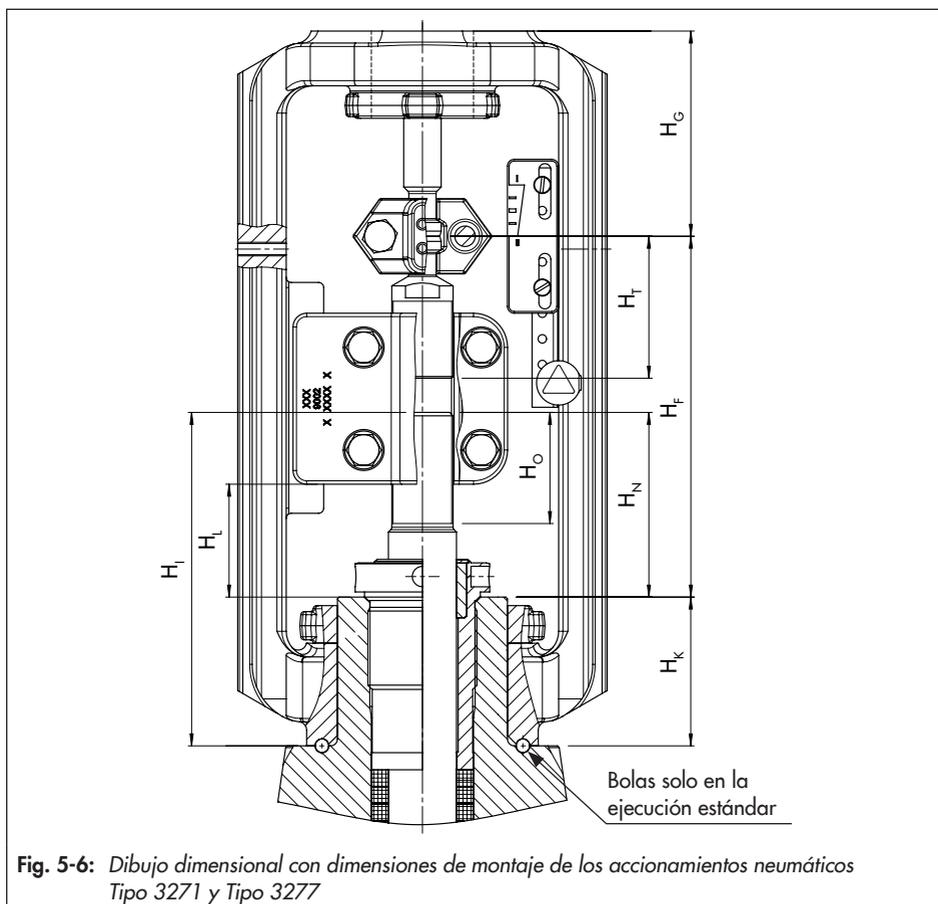

Fig. 5-6: Dibujo dimensional con dimensiones de montaje de los accionamientos neumáticos Tipo 3271 y Tipo 3277
**Tabla 5-3:** Dimensiones de montaje de los accionamientos Tipo 3271 y Tipo 3277 · Dibujo dimensional ver Fig. 5-6
Una vez montado el accionamiento es necesario situar la placa indicadora de carrera en la posición correcta. Para ello alinear el 0 de la escala de la placa indicadora de carrera con la punta de la abrazadera (ver Fig. 5-6).